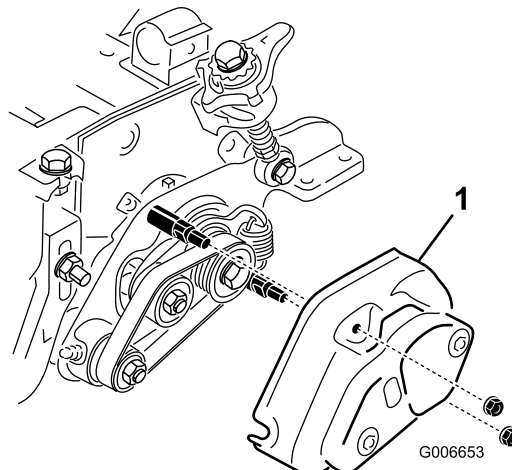

Figura 18
27. Instale la cubierta del acondicionador y fíjela con 2 tuercas con arandela prensada (5/16 pulgada), según se muestra en Figura 18.